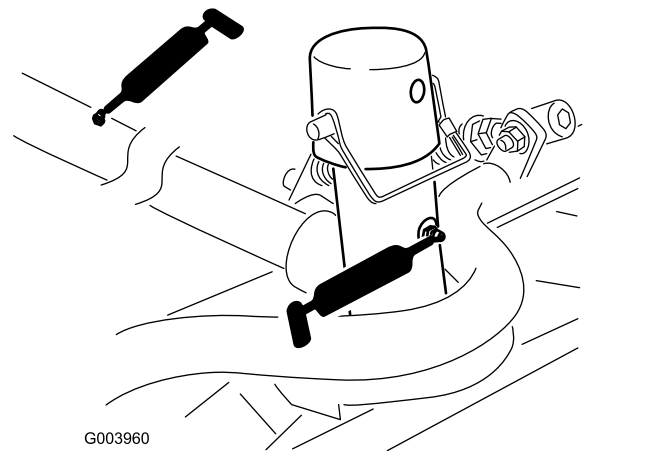

Figura 78
- Telaio portante e perno dell'apparato di taglio (2 cad.) (Figura 78)